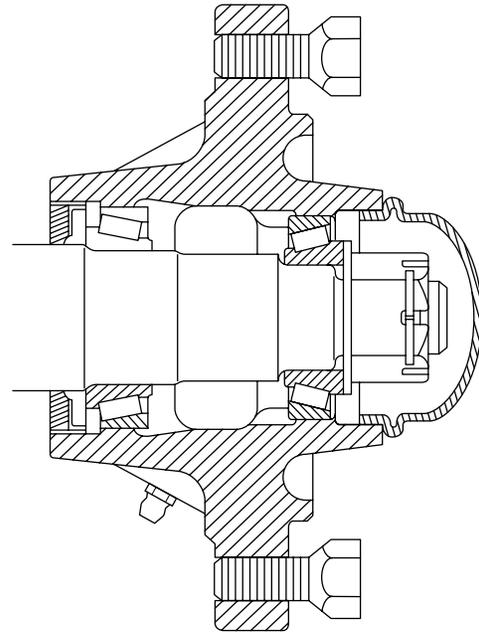

Figure 35
2. Déposez le couvre-moyeu, la clavette, l'écrou crénelé et la rondelle (Figure 35).